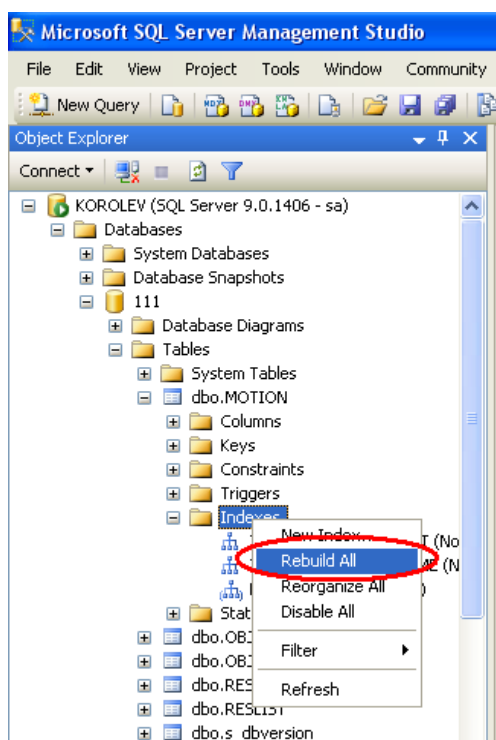

Рисунок 5 - Вызов диалога перестройки индексов
3. Из контекстного меню вызвать «Перестроить все(Rebuild All)» (см. Рисунок 5).